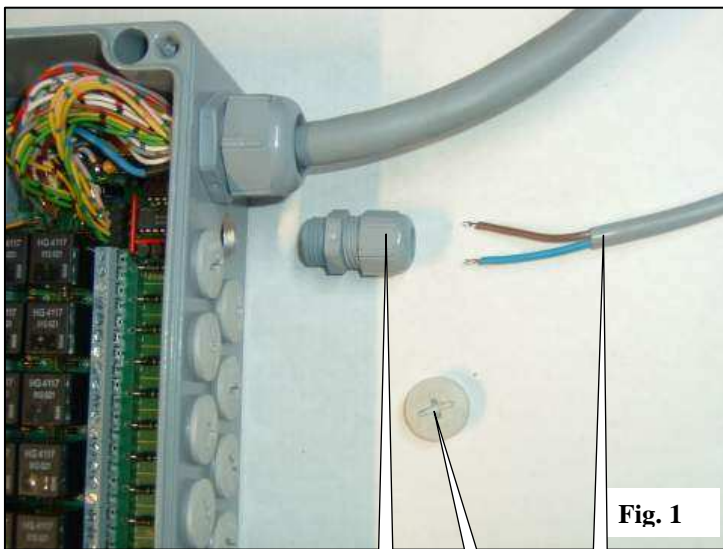

Fig. 1
- fissare il supporto A (fig. 1) con la staffa sulla trave della seminatrice C (fig. 1), il più al centro della seminatrice possibile.
- fissare la scatola di allacciamento B (fig. 1) al supporto.
Ogni cavo di cellula è fornito di una presa da collegare al fascio. Le prese E del fascio da collegare alle cellule sono prese multiple da 4 attacchi e i cavi del fascio sono numerati sull'uscita della scatola F (fig. 1):
- Enlever le bouchon A (fig. 1) correspondant au passage du câble de la coupure n°1 (coupure la plus à gauche du semoir par rapport au sens d'avancement)
- Visser le presse étoupe B (fig. 1 et 2) à la place du bouchon
- Passer le câble C (fig. 1 et 2) de la coupure n°1 dans le presse étoupe
- Remove plug A (fig. 1) corresponding to the cable raceway of cutter n°1 (cutter that is the furthest to the left of the seeder in relation to the forward direction)
- Screw in cable gland B (fig. 1 and 2) in place of the plug
- Pass cable C (fig. 1 and 2) of cutter n°1 into the cable gland
- Nehmen Sie die Kappe A (Abb. 1) des Anschlusses für das Kabel der 1. Reihenabschaltung (erste Reihenabschaltung von links der Sämaschine in Fahrtrichtung) ab.
- Schrauben Sie die Stopfbüchse B (Abb. 1 und 2) an Stelle der Kappe.
- Führen Sie das Kabel C (Abb. 1 und 2) von der Reihenabschaltung Nr. 1 in die Stopfbüchse
- Verwijder de dop A (fig. 1) die overeenkomt met de passage van de kabel van de onderbreker n°1 (onderbreking uiterst links van de zaaimachine, in de rijrichting)
- Schroef de stopbus B (fig. 1 en 2) op de plaats van de dop.
- Breng de kabel C (fig. 1 en 2) van de onderbreker n°1 in de stopbus
- Quitar el tapón A (fig. 1) correspondiente al paso del cable del corte n° 1. (el corte más a la izquierda de la sembradora respecto al sentido del avance).
- Atornillar el prensaestopas B (fig. 1 y 2) en el lugar del tapón.
- Pasar el cable C (fig. 1 y 2) del corte n° 1 por el prensaestopas.